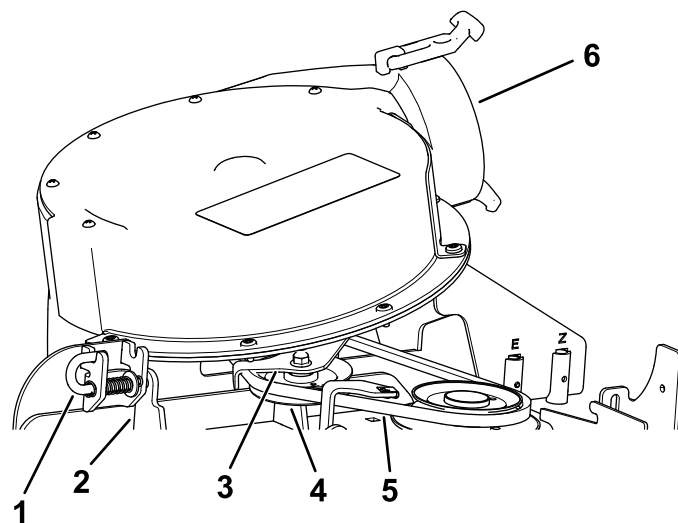

図 42
- 4. ラッチピンをロック位置から開放位置にする 図 42。
- 5. フロアアセンブリを閉じて、ラッチピンをシュートブラケットの穴に合わせる 図 42。